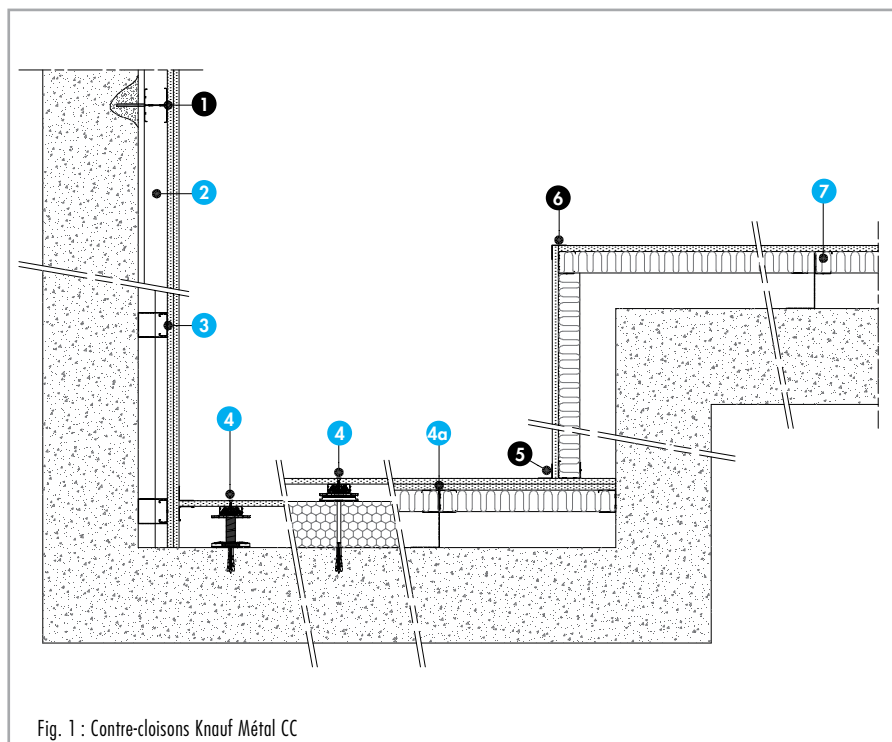

Fig. 1 : Contre-cloisons Knauf Métal CC
- mise en place des montants verticaux, ou fourrures F47 en nombre et à l'entraxe correspondant au type de contre-cloison choisi (fig. 1, 3 et 4)
- mise en place des éventuels appuis intermédiaires (fig. 1 et 2)
#### Nomenclature de la figure 1